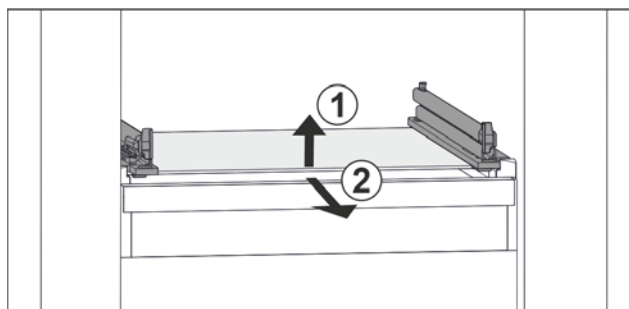

Fig. 41 Примерное отображение стеклнной пластины
- Приподнимите стеклнную пластину спереди. Fig. 41 (1)
- Извлеките стеклнную пластину движением вперед. Fig. 41 (2)